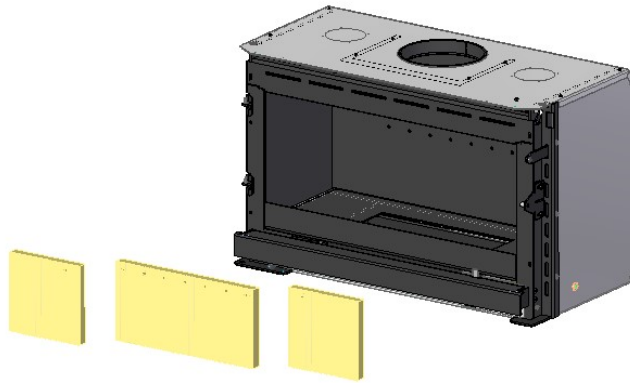

Figura 42 – Retirada de las piezas traseras de vermiculita del equipo
4. Retire las 3 piezas de la parte trasera moviéndose hacia el frente de la unidad y la parte trasera hacia el exterior de la unidad, Figura 42.